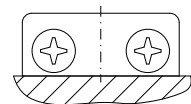

Abb. 5
- Abschlussbleche (4) mit Schrauben (5) an der Profilschiene montieren (Abb. 5).